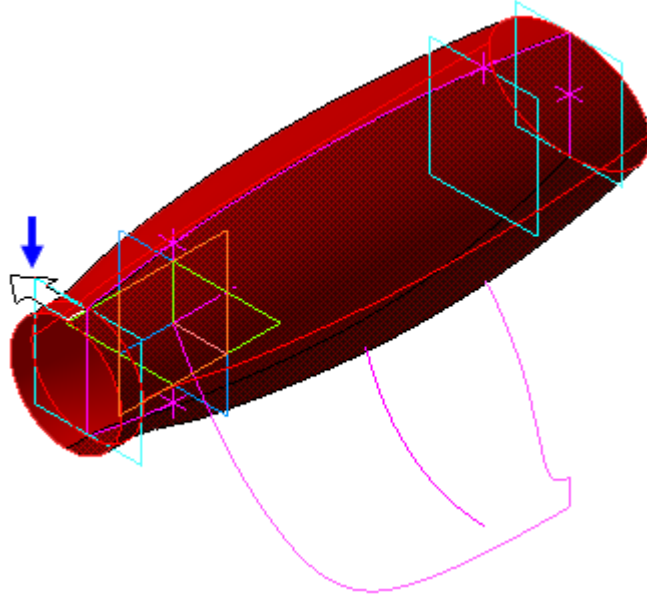

Рисунок 10.
- С помощью кнопки Сменить направление усечения направьте указатель влево (рис. 10).